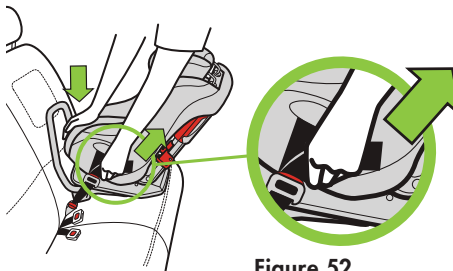

Figure 52
- Appuyez au centre du siège d'auto pour faire baisser le coussin du véhicule et tirez l'extrémité de la ceinture d'ancrage DUA pour la serrer, tel qu'illustré dans la **Figure 52**.